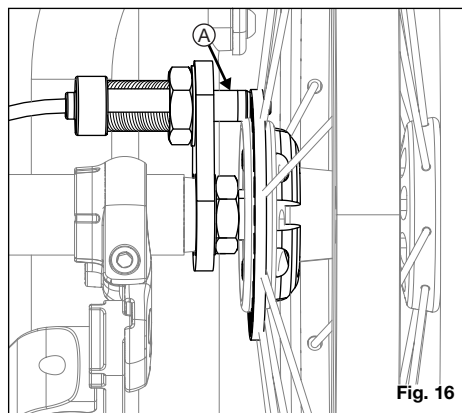

Fig. 16
3. Compruebe visualmente que el pasador de bloqueo del buje esté completamente asentado en su placa (Fig. 16:A).